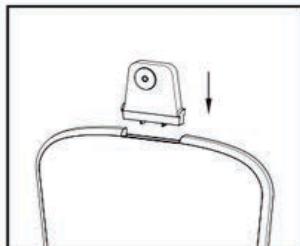
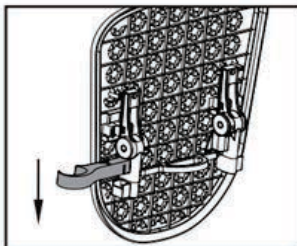
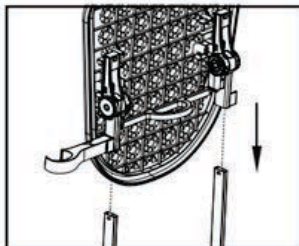

Рис. 3
Рис. 4
Рис. 5
3. Возьмите гладильную доску и вставьте подвесной крючок в верхнюю часть гладильной доски (Рис. 3). Далее установите держатель утюжка на одной из поддерживающих втулок на задней стороне гладильной доски (Рис. 4). Вставьте собранную гладильную доску в опорную планку (Рис. 5).